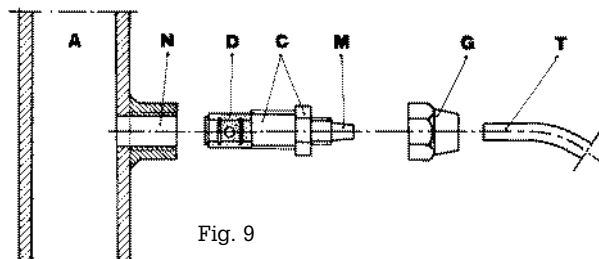

Fig. 9
g. - Applicare sulla condotta dell'impianto da trattare, nel punto più idoneo per effettuare l'iniezione del prodotto da dosare, un raccordo da 3/8" gas femmina. Tale raccordo è escluso dalla fornitura. Avvitare la valvola di iniezione nel raccordo utilizzando come guarnizione del Teflon Fig. 9. Connettere il tubetto all'attacco conico della valvola d'iniezione e bloccarlo con l'apposita ghiera G. La valvola di iniezione è anche valvola di non ritorno.
DI INIEZIONE Fig. 9